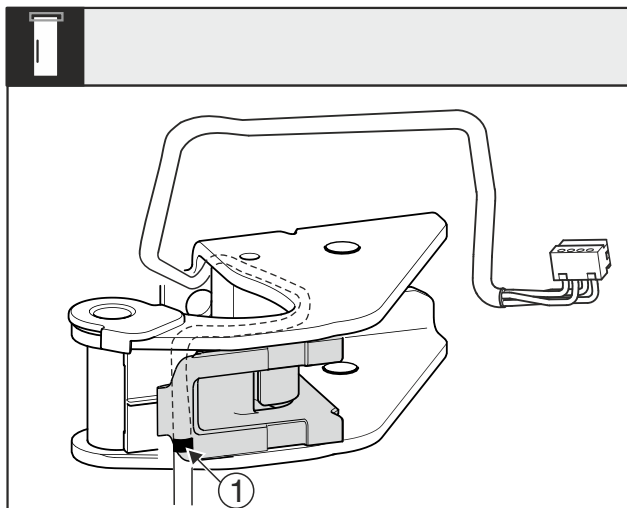

Fig. 32
- Për këtë duhet që shenja e mesit Fig. 32 (1) të ndodhet në buzën e mbajtëses së kablllos.